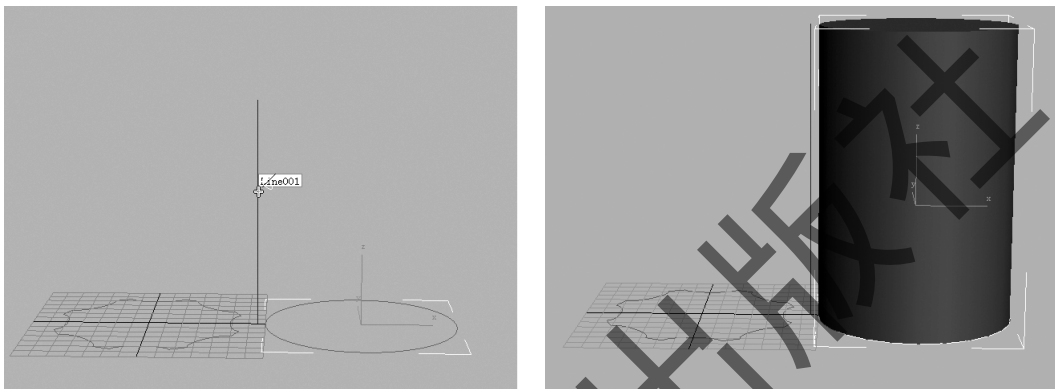

图 4-38 获取路径
Step13: 垃圾桶的上下两个面是圆形,选中已经复制的“Circle002”,选择“”创建面板→“”(几何体)→复合对象→“对象类型”卷展栏→放样,点击“获取路径”按钮,拾取创建好的直线,生成出放样物体“Loft001”,如图 4-38 所示。